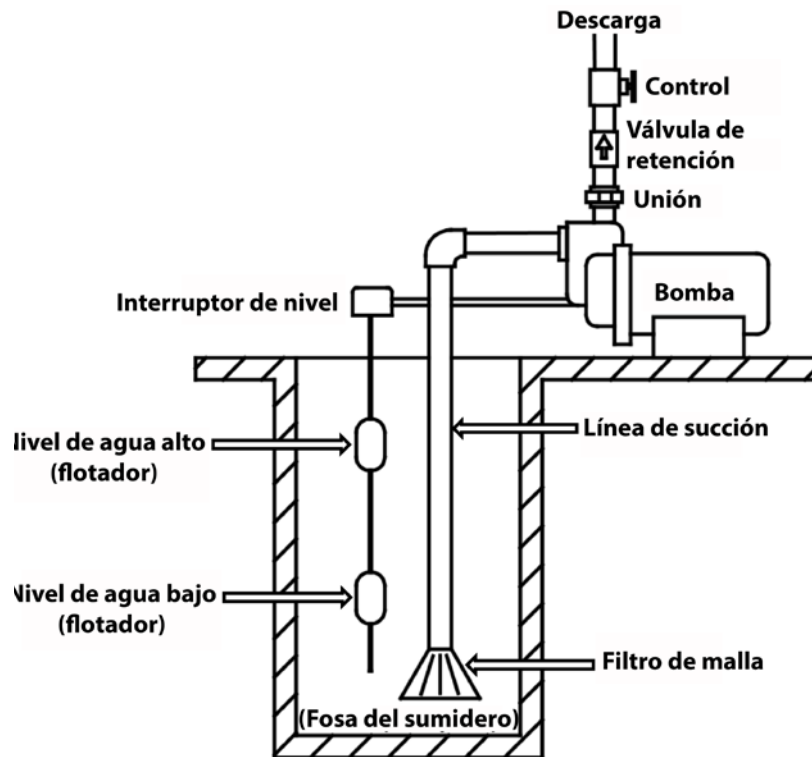

Figura 1
- B) CEBADO BAJO PRESIÓN (Figura 1): Para cebar bajo presión, coloque una válvula de retención en la línea de descarga de la bomba y una llave de purga o un purgador de aire tipo bola en lugar del cebador, o bien una línea de purga de aire con una válvula de compuerta conectada a la línea de descarga. De esa manera, el líquido puede permanecer en la tubería de descarga, lo que permite que la bomba active el purgador de aire y facilita el cebado.
- D) DRENADO: Si la bomba está sometida a temperaturas bajo cero, será necesario drenarla por completo. Para hacerlo, retire el tapón de drenaje (10) ubicado en la parte inferior delantera de la carcasa de la bomba y el tapón de cebado (11), y asegúrese de que el orificio de drenaje no esté obstruido. Una vez que se haya drenado toda el agua, haga funcionar la bomba durante unos segundos para asegurarse de que el impulsor (4) no contenga agua. Asegúrese de que la línea de succión también esté desprovista de agua.